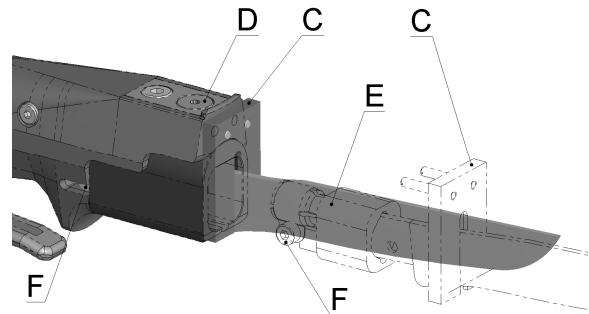

Abb. 3 Messeranschluß Gerät EFA805; PK-25
Das Schild (Pos. C, Abb.3) ist ein Sicherheitsbauteil und sorgt dafür, dass ein unzureichend angezogenes Messer im Betriebszustand nicht aus dem Gerät geschleudert wird.
1. Arretierung (Pos. D Abb.3) mit Innensechskantschlüssel 3mm (2mm) lösen und Schild (Pos. C Abb.3) abziehen.
2. Messer (Pos. E Abb.3) bis auf Anschlag in das Gerät stecken. Achtung: Bei diesem Vorgang muß die Schraube (Pos. F Abb.3) gelöst sein.
3. Schraube (Pos. F Abb.3) mit mitgeliefertem Drehmomentschlüssel 3 Nm anziehen.
4. Schild (Pos. C Abb.3) montieren und mit Arretierung (Pos. D Abb.3) sichern